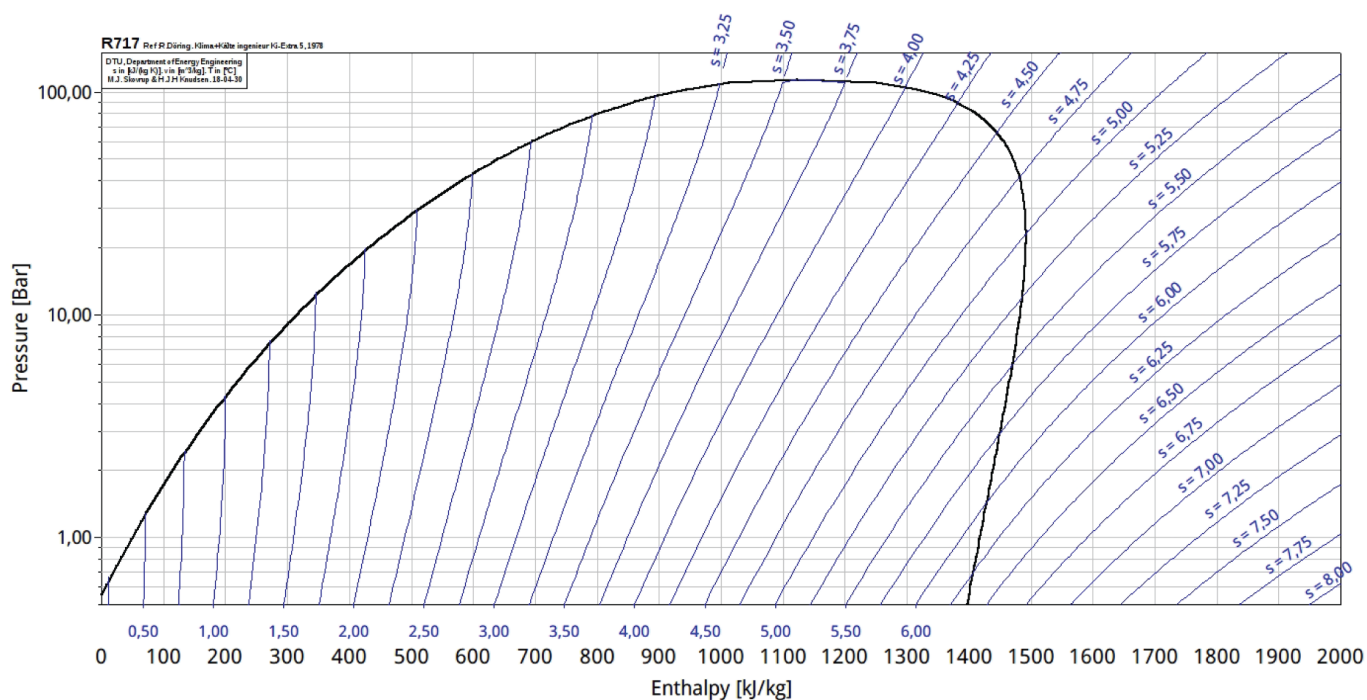

FIGURE 4 – Diagramme des frigoristes avec isentropes. Usuellement, la partie verticale des isentropes dans le domaine liquide est sous-entendue.
- Les **isentropes** (entropie massique $s = \text{cte}$), voir figure 4, ne présentent aucun changement de pente (aucun point anguleux) au passage d'un domaine à l'autre. Dans le domaine liquide, ce sont des droites quasi-verticales : pour une phase condensée, l'entropie ne dépend pratiquement que de la température, si bien que les isentropes se confondent avec les isothermes et donc les isenthalpes. Comme pour les isothermes, la partie verticale est rarement tracée. Les isentropes sont graduées à leur intersection avec l'axe des abscisses ou le long de la courbe.